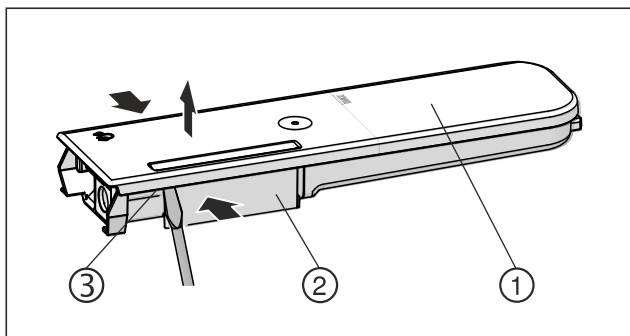

Fig. 128
- Стиснете резервоара за вода Fig. 128 (2) и внимателно откачете и изтеглете нагоре капачката Fig. 128 (1) над фиксиращите палци Fig. 128 (3).
- Раздвижете капачката Fig. 128 (1) леко напред-назад и го свалете нагоре.